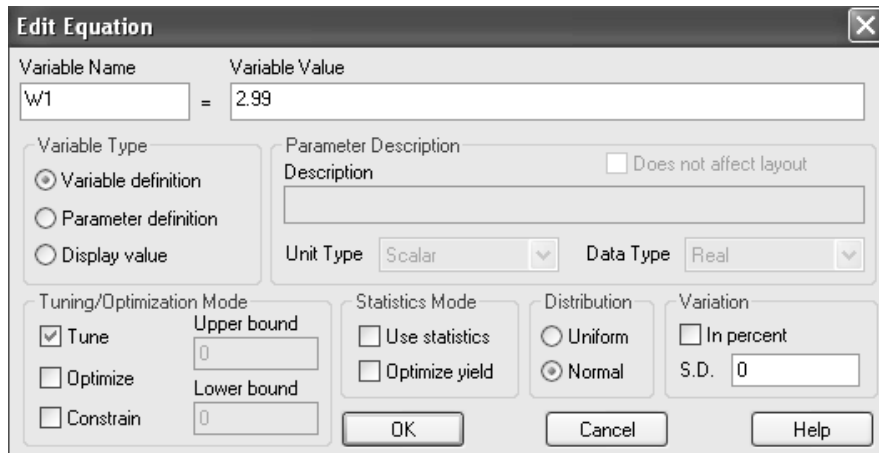

Figura 25 Ventana de variable a sintonizar
1. Hacer clic derecho sobre la variable y seleccionar *Properties* con lo cual se habilita la ventana que se muestra en la figura 25, en esa ventana se habilita el *check* de *Tune*. Se observara que la variable seleccionada cambia a color azul.